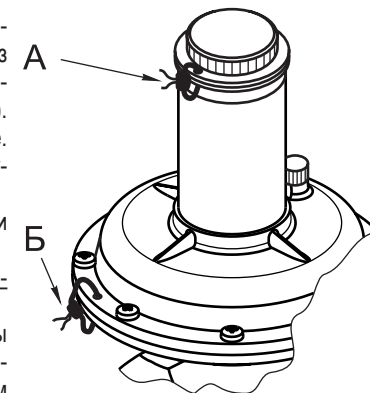

Рис. 7
4.4 Пломбирование (рис. 7).
4.4.2 Для пломбировки используйте проволоку диаметром 0,8 - 1,5 мм, которую необходимо протягивать через отверстия, расположенные в защитной пробке и плоскости соединения корпусных деталей (рис. 7, места А и Б). Пломбировка места Б произведена на заводе-изготовителе. Пломбировка места А осуществляется после настройки регулятора на необходимое выходное давление.